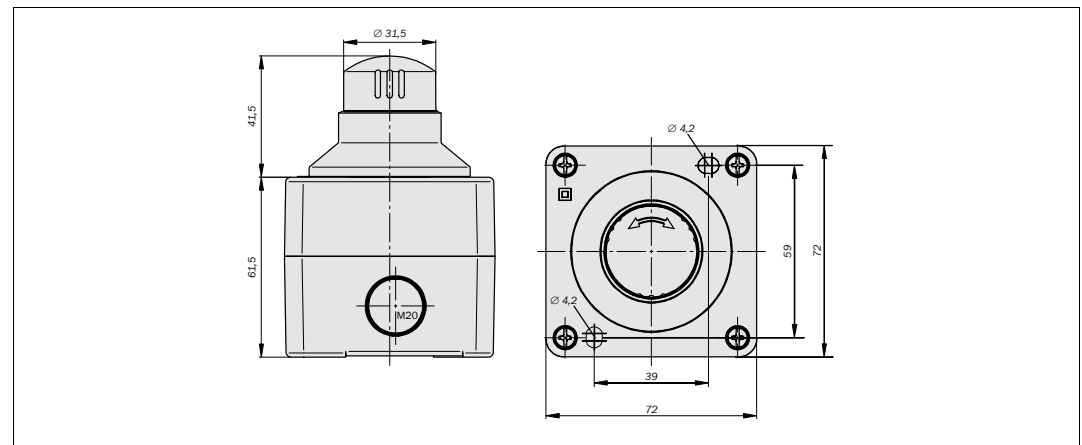

Abb. 4: Maßbild der Aufbauversion (mm)
- Montieren Sie den unteren Teil des Gehäuses bzw. den Gehäuseboden auf einer planen Oberfläche. Die Montagelöcher im Gehäuseboden haben einen Lochdurchmesser von 4,2 mm bei einem Lochabstand von 59 × 39 mm (siehe Abb. 4). Diese Maßangaben sind auch am Gehäuseboden zu finden.